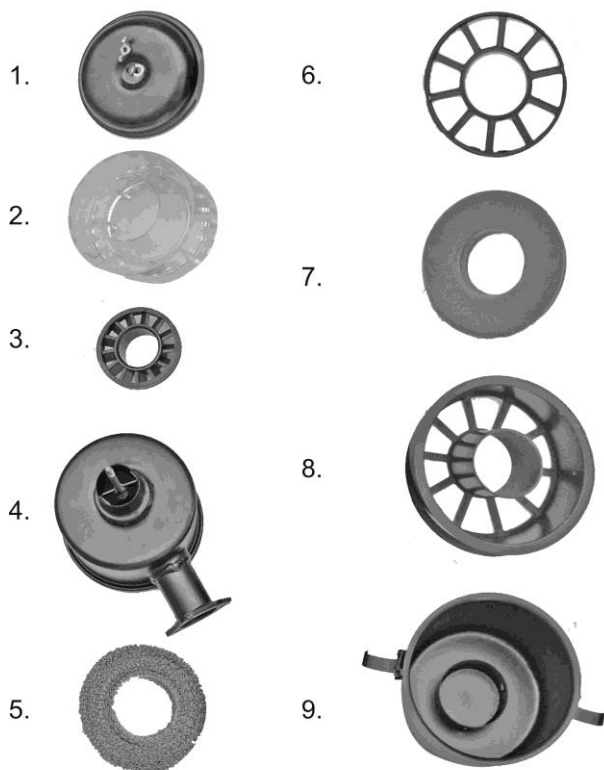

Рисунок 6.2. – Складові частини повітряного фільтра
На дно (9) (див. рис. 6.2) повітряного фільтра налейте 70 г моторного мастила.